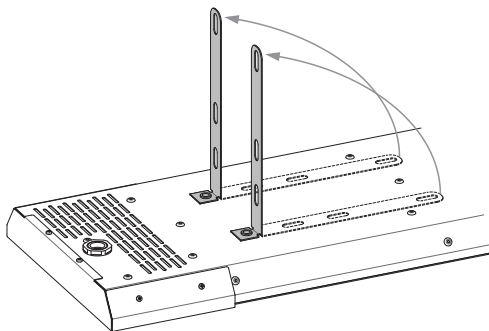

Рисунок 8. Отгибание петли подвеса
7.5. Для потолочного монтажа обогревателя отогните петли подвеса (см. рис. 8).